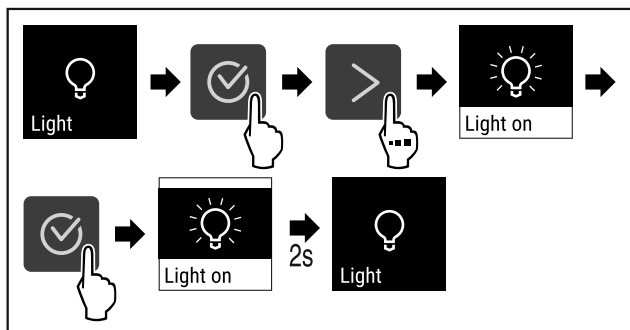

Fig. 69
▶ Obavite korake postupka (pogledajte Fig. 69) .